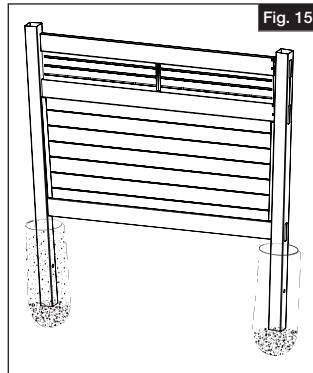

Fig. 15
- d. Instale el travesaño superior para completar el ensamblado (Fig 15).
Introduzca el tramo de valla completado en los orificios ranurados del segundo poste de valla. Aplome y nivele el poste y añada concreto de acuerdo con las instrucciones del fabricante para rellenar el hoyo (Fig. 15).